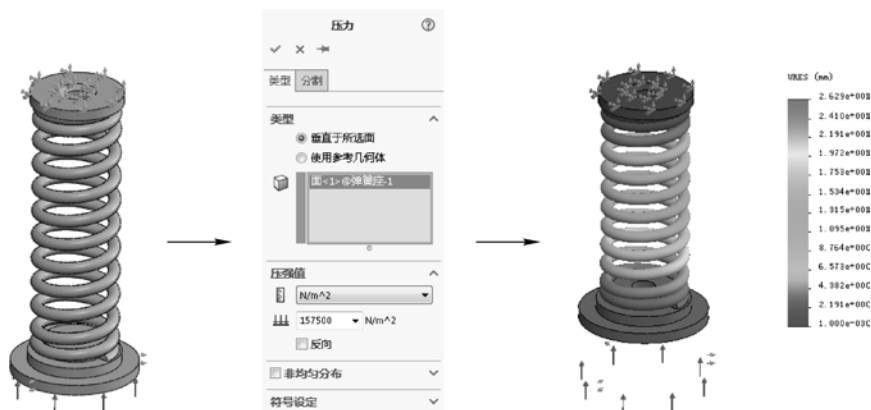

图 10-23 仿真释放压力时弹簧状态
STEP 10 通过与步骤 1~9 相同的操作, 打开素材文件“安全阀仿真用有限元模型 2.SLDASM”, 设置压力大小为 157500N/m^2 , 其他设置与前面操作相同, 进行有限元仿真, 可得出此时弹簧的最大位移为 26.3mm , 如图 10-23 所示。